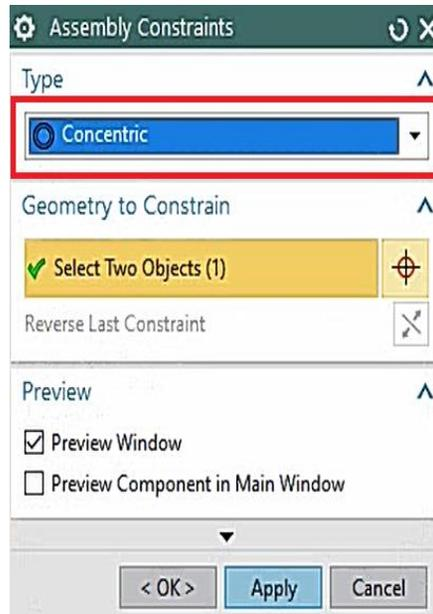

Figura 1.23 Restricción tipo *concentric*.
- Agregar la pieza **biela1a.prt**. Seleccionando **Positioning** → **By constraints** (Figura 1.23).